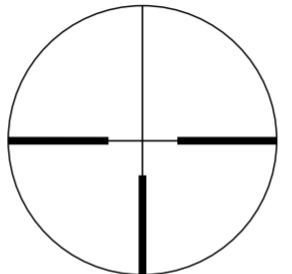
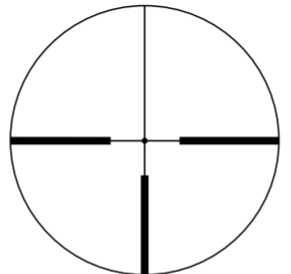

Abb. 3-1
Abb. 3-2
(1) Fokussieren
- ① Schauen Sie so durch das Okular, dass das Auge etwa 10 cm (4 in) vom Okular entfernt ist, um das Absehen 4 (Abb. 3-1) oder das beleuchtete Absehen 4 mit Punkt (Abb. 3-2) zu erkennen. Das Auge muss unbedingt einwandfrei gefluchtet sein und den richtigen Abstand vom Okular haben, da sonst das Sehfeld "verdunkelt" wird.
- ② Richten Sie das Zielfernrohr mit dem Linsenende auf den Himmel (aber NICHT auf die Sonne!) oder auf eine einfarbige, unstrukturierte Wand.
- ③ Drehen Sie die Okulareinstellung zunächst gegen den Uhrzeigersinn und dann im Uhrzeigersinn, bis das Absehen scharfe Kontur annimmt.